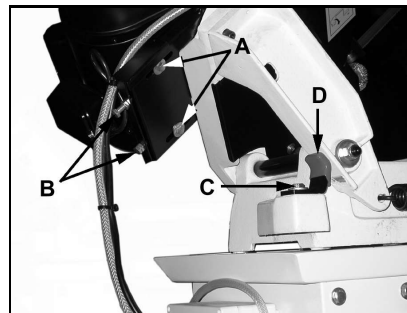

Fig 7
Die Sechskantschrauben (A, Fig 7) lösen
Lösen sie die Sechskantschrauben (C, Fig 7) und deaktivieren Sie die Sägearmsperre (D).